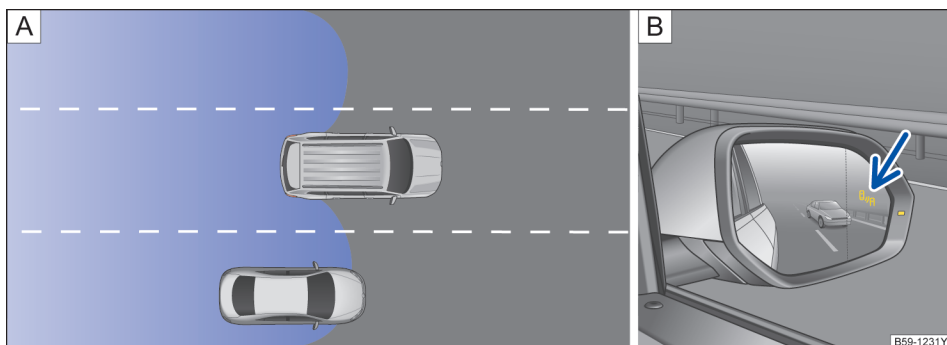

图 153 原理图：[A]：超车和并道的行驶状况 [B]：右侧车外后视镜上的变道辅助传感器显示
- 在以约 10 km/h 的速度差超越另一辆汽车时→ 图 153[A]。在明显快得多的超车过程时不会出现显示。